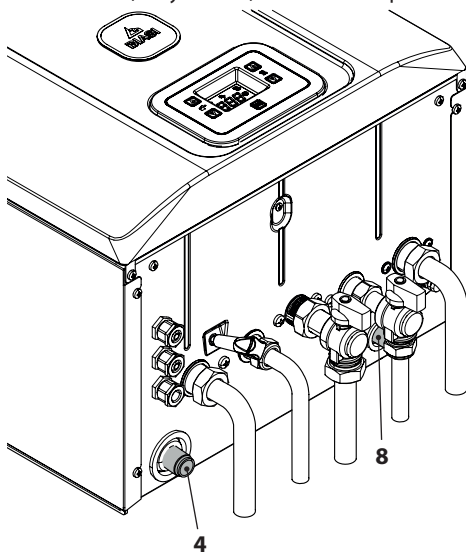

Рисунок 5.4
- Подсоедините слив предохранительного клапана 8 (Рисунок 5.4) к сливной воронке.
- Вставьте гибкий трубопровод слива конденсата 4 (Рисунок 5.4) в домашний трубопровод для отвода конденсата или в сливную воронку предохранительного клапана, если слив пригоден для поступления кислотного конденсата.